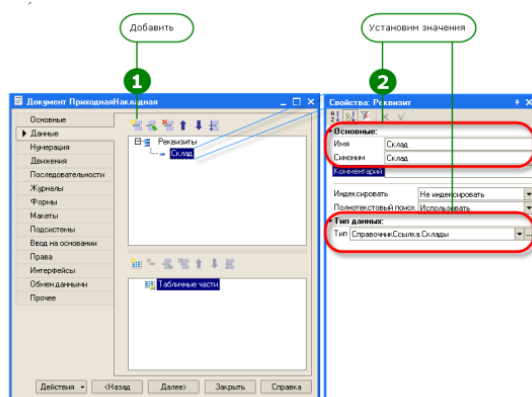

Рис. 3.2.18. Создание реквизита документа
**Задание 3.** Создание документа «Приходная Накладная» Создадим несколько объектов типа Документ, чтобы иметь возможность фиксировать события, происходящие в нашей фирме. Одними из самых популярных услуг нашего предприятия является ремонт телевизоров и установка стиральных машин. И в том, и в другом случае требуются некоторые материалы, которые расходуются в процессе оказания этих услуг. Поэтому двумя важнейшими событиями в хозяйственной жизни нашей организации будут являться поступление материалов и оказание услуг. Для отражения этих событий в базе данных мы создадим два документа: Приходная накладная и Оказание услуги. Документ Приходная Накладная будет фиксировать факт поступления в нашу организацию необходимых материалов, а документ Оказание Услуги – фиксировать оказание услуг и расход материалов, которые используются при оказании этих услуг. Создадим новый объект конфигурации Документ. Зададим имя документа – Приходная Накладная. Нажмем Далее. Создадим реквизит документа с именем Склад и типом Справочник Ссылка.Склады (рис. 3.2.18):